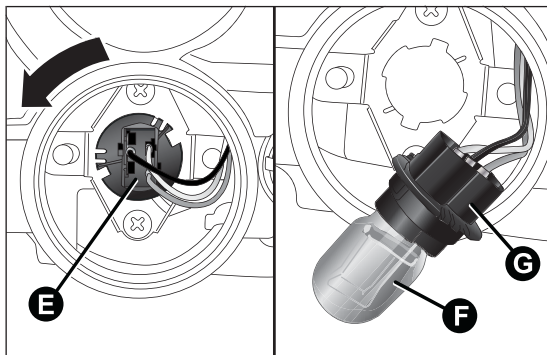

fig. 164
- tourner la douille E fig. 164 dans le sens antihoraire, enlever l'ampoule F du connecteur G et la remplacer ;